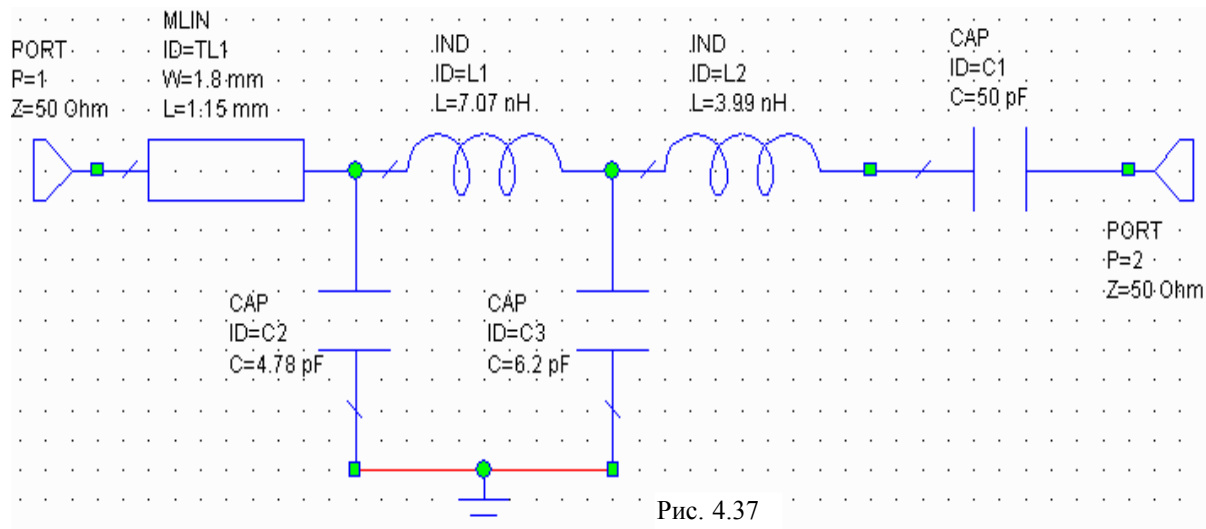

Рис. 4.37
14. Дважды щёлкая по элементам схемы, отредактируйте их параметры, как показано на рис. 4.37.